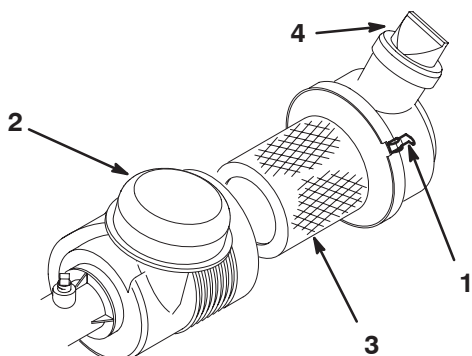

Figure 31
Recherchez sur le corps du filtre à air les dégâts susceptibles d'occasionner des fuites d'air. Vérifiez que le capuchon anti-poussière est bien serré sur le filtre à air. Remplacez le corps du filtre s'il est endommagé. Pressez la valve (Fig. 31) avant chaque utilisation pour éliminer la poussière et les débris. Nettoyez le filtre à air toutes les 100 heures.
3. Desserrez la fixation qui maintient le couvercle du filtre à air sur le corps (Fig. 31) et dissociez le couvercle du corps.
3. Montez le couvercle en dirigeant la valve vers le bas, et serrez les fixations (Fig. 31).